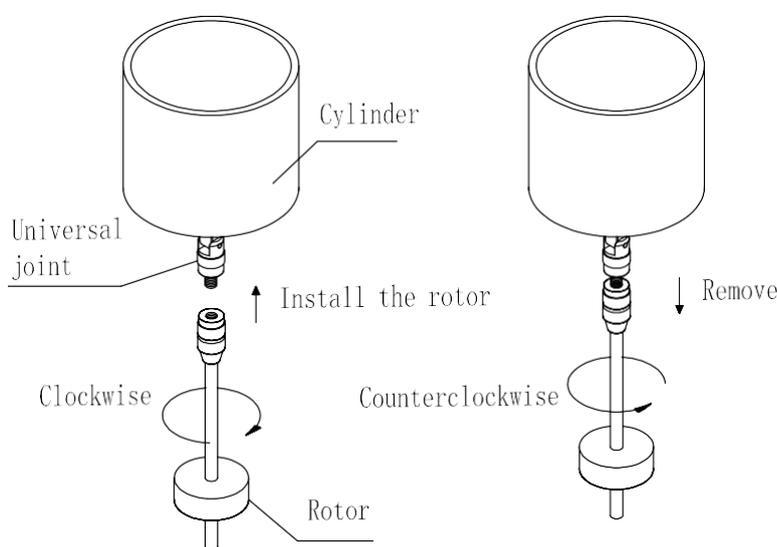

Fig. 14
d. El husillo se mostrará o desmontará con cuidado levantando la junta universal con suavidad. El husillo no se puede forzar bajo ninguna tensión horizontal ni tirando hacia abajo, de lo contrario se dañará el eje. Debido a que el husillo y la junta universal están conectados en la rosca izquierda, el montaje o desmontaje del husillo debe realizarse en la dirección correcta de rotación (Fig. 14), o la junta universal se dañará.